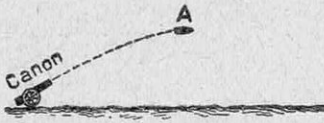
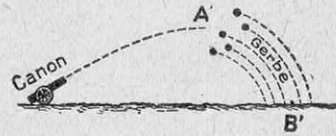

FIG. 6
FIG. 8
A (obus shrapnell) lancé par un canon (fig. 6) ; si cet obus n'éclatait pas dans l'air, il frapperait le sol en B (fig. 7) ; mais, s'il éclate en A', les fragments constituent une gerbe et décrivent des trajectoires parallèles (fig. 8), de telle sorte que le centre de gravité de l'ensemble vient passer par le point B', qui se confond avec le point B de la figure 7. On voit par là que le choc, dû à l'explosion en A', ne modifie pas le mouvement du centre de gravité de l'obus (1).